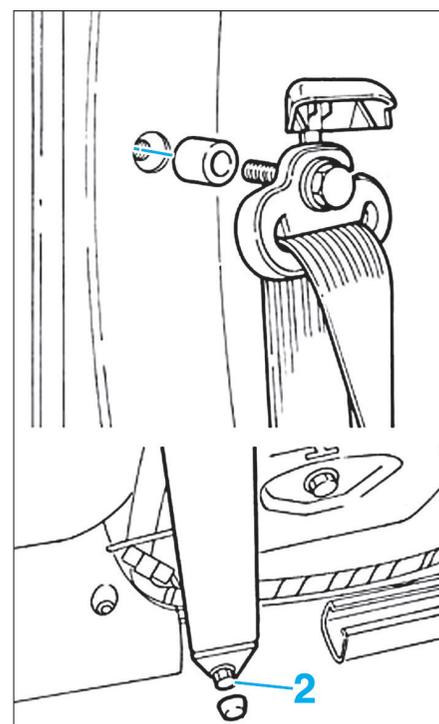

FIG. 15
- Déposer les vis de fixation (2) (Fig.15).